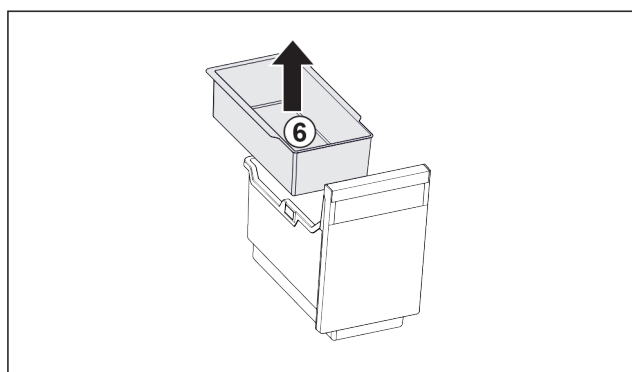

Fig. 100
- ▶ Retirar la bandeja suspendida Fig. 100 (6).